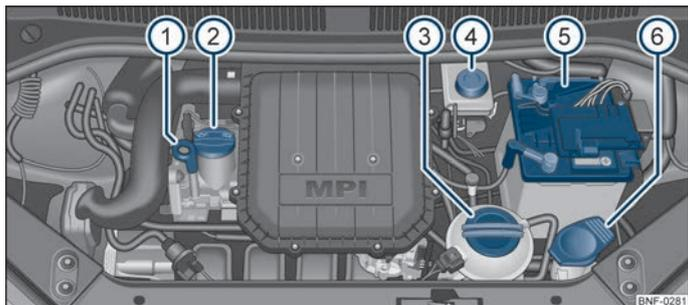

Abb. 92 Benzinmotor 1,0 l/55 kW MPI
- Schrauben Sie den Deckel der Motoröleinfüllöffnung **2** ab ⇒ Abb. 92.
Der Kühlmittelausgleichsbehälter befindet sich im Motorraum. ③ ⇒ Abb. 92.